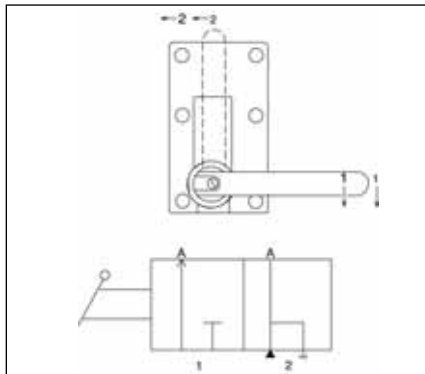

Figure 7
1. Placer la manette du distributeur en position 1, comme le montre la figure 7.